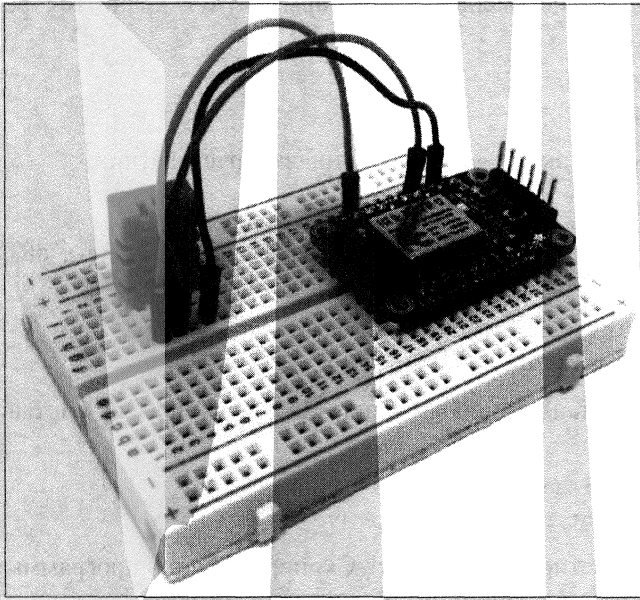

Рис. 2.3. Вариант монтажа схемы с датчиком DHT11
1. Установите датчик на макетную плату. Затем соедините его первый вывод с линией питания +3,3 В, второй его вывод — с выводом GPIO5 (D1) микросхемы ESP8266, а четвертый — с общим проводом («земля»). Собранная схема будет выглядеть приблизительно так, как показано на рис. 2.3.